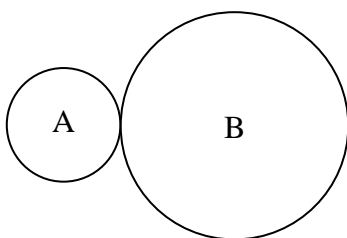

Figura 1
13. En el dibujo podemos ver un tren de engranajes simple. El engranaje motriz A tiene 20 dientes. Cuando el eje A se gira 20 veces, el eje B gira 5 veces. (Figura 1)